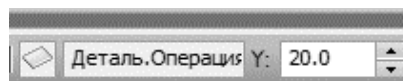

Рис. 70. Простановка расстояния от второй грани
6.11 В поле **Координата Y** введите значение 20 мм (рис. 70).